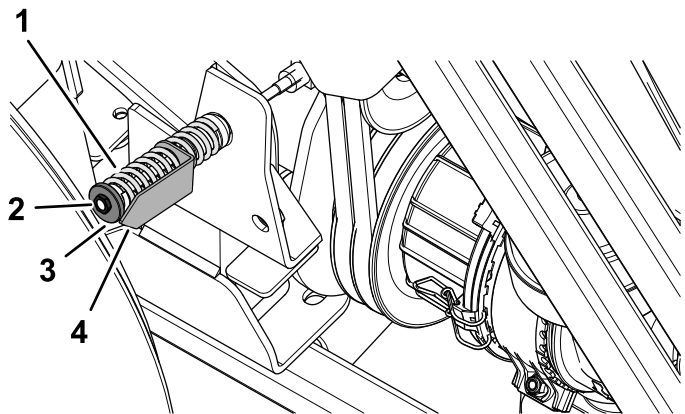

Figura 89
5. Dacă este necesar, rotii piuliă pentru întinzătorul rolei de ghidare până când săgeata indicatoare a tensionării se aliniază cu suprafaa exterioară a aibei (Figura 89).
8. Slăbii piulia de la întinzătorul rolei de ghidare; consultai Figura 89 din Verificarea tensionării curelei prizei de putere \(Pagină 70\).